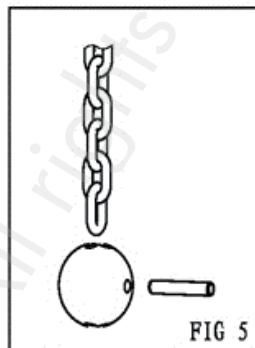

FIG 5
5. Verwijder de kogel van de kettingaanslag van de oude ketting (fig. 5) en bevestig deze aan de nieuwe ketting door dezelfde kettingpen te gebruiken.